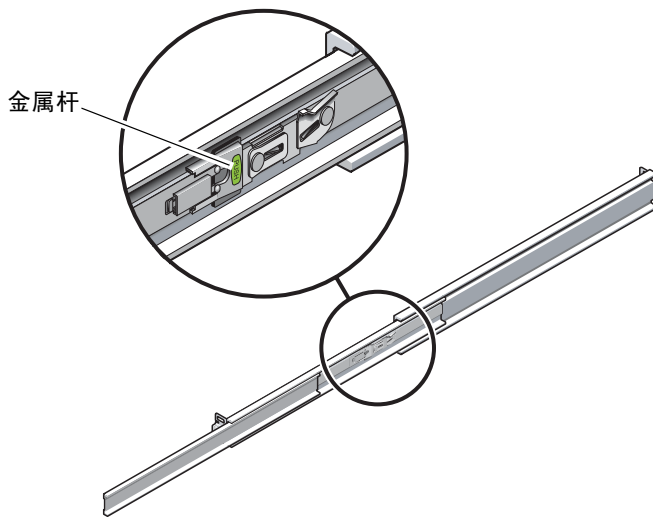

图 3-25 解除滑轨中部的锁定
d. 按下滑轨中部（图 3-25）的金属杆（标有 **Push** 字样），然后将中部推回到机架中。